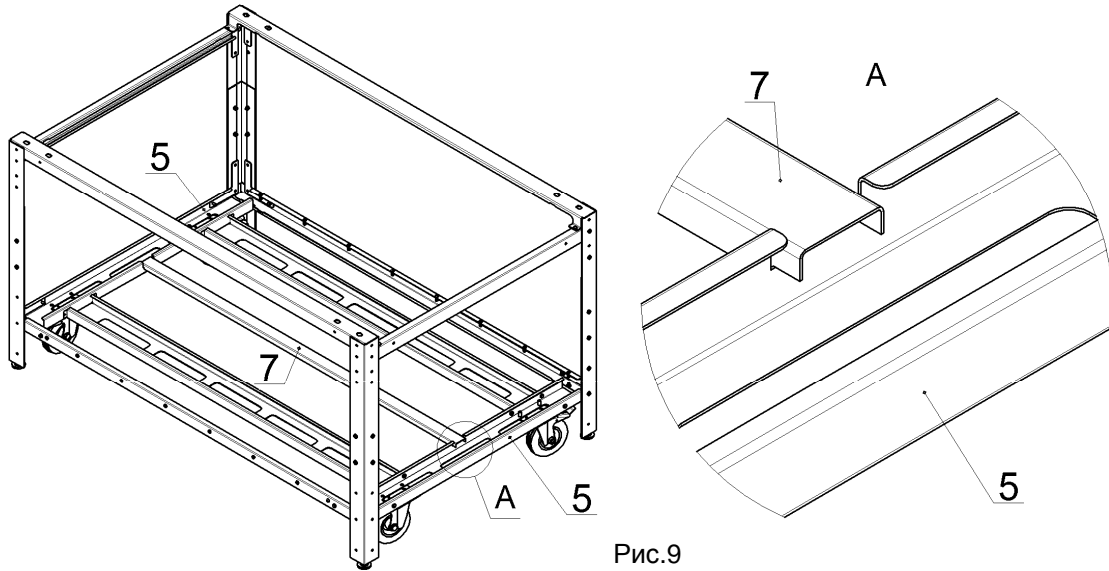

Рис.9
9. Перевернуть подставку, поставив её на опоры или колёса. Вложить в пазы на профилях боковых, нижних, поз.5 профиль поддержки сегментов полки, поз.7, как показано на рис.9. Проверить равенство диагоналей у подставки. Окончательно затянуть все гайки: